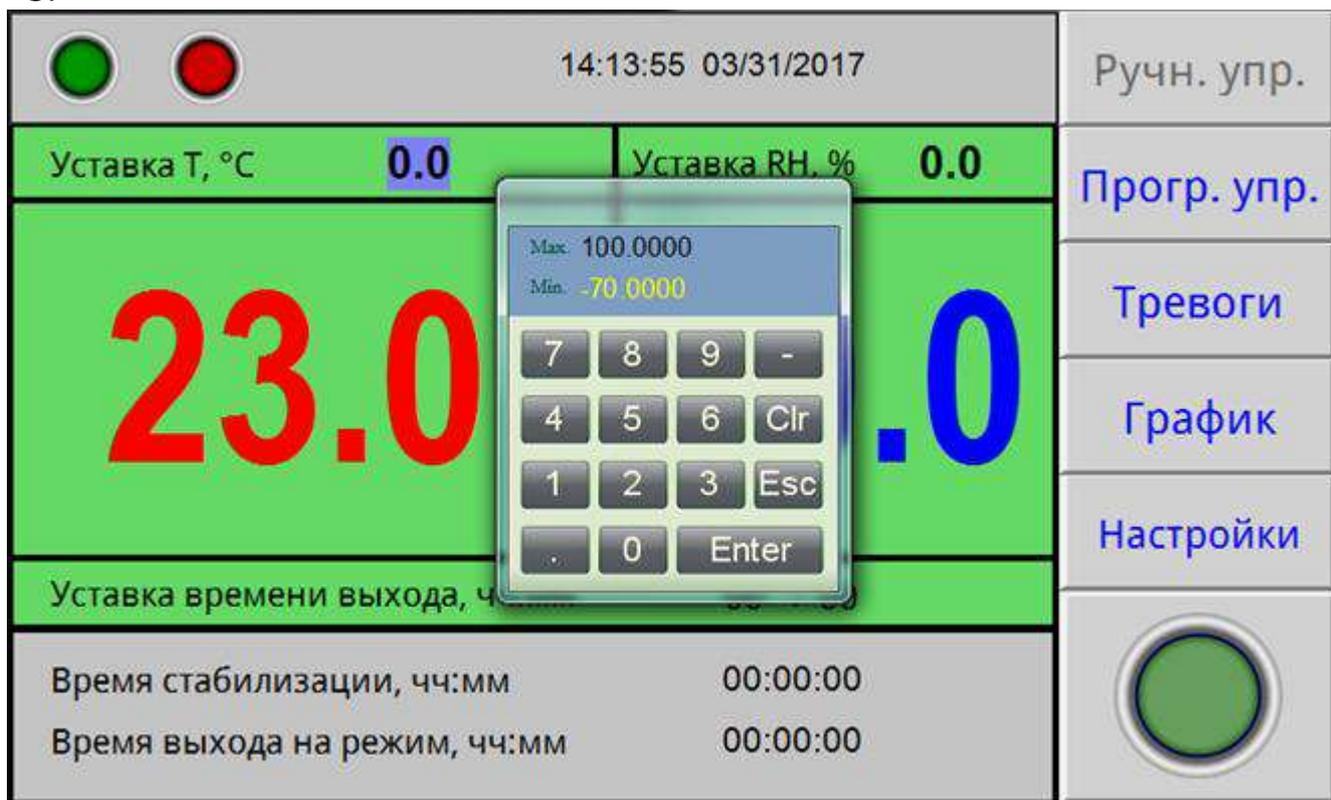

Рисунок 6
8.3 Для задания температуры установки необходимо нажать поле на экране, в данном случае поле напротив надписи «Уставка Т°С». На экране появится вспомогательное окно ввода цифровой информации (рисунок 6). Набрать число соответствующее задаваемой температуре. Для ввода температуры нажать на вспомогательном окне кнопку «Enter». На вспомогательном окне указан доступный диапазон задания температуры. В данном случае min -70 °С , max +100 °С.
Для задания необходимой влажности нажать поле на экране напротив надписи «Уставка RH %». На экране появится вспомогательное окно ввода цифровой информации (рисунок 6). Набрать число соответствующее задаваемой влажности. Для ввода значения влажности нажать на вспомогательном окне кнопку «Enter»